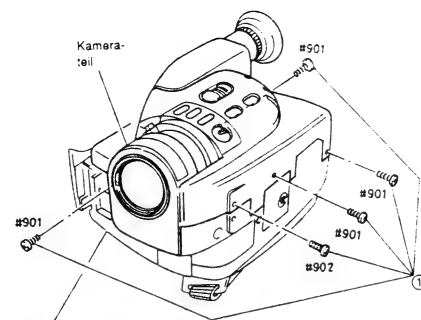

Abb. 2-22
- 1) Fünf (5) Befestigungsschrauben des Kamerateils und des Videorecorderteils entfernen (siehe Abb. 2-22).